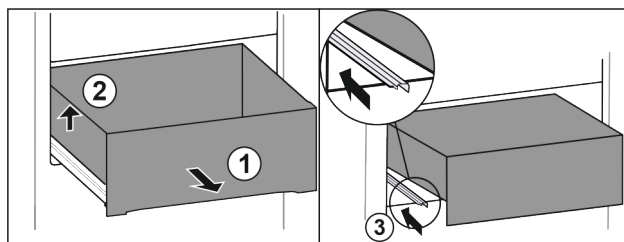

Fig. 127
- ▶ Predal izvlecite do omejevala. Fig. 127 (1)
- ▶ Dvignite predal levo. Fig. 127 (2)
- ▶ Vstavite levo vodilo. Fig. 127 (3)